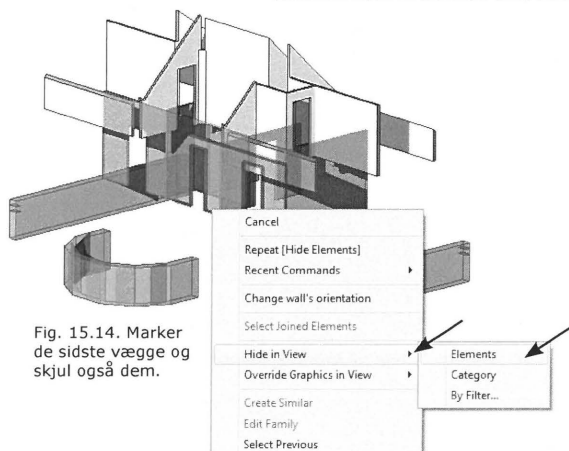

Fig. 15.14. Marker de sidste vægge og skjul også dem.
- Højreklik igen på et markeret element - *Hide in View - Elements* (Fig. 15.14).